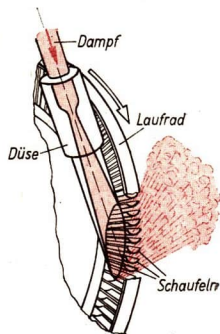

Abb. 95/2. Schnitt durch eine Lavaldüse
4. Die Energieumwandlung in der Turbine. Der Hochdruckdampf wird durch *Lavaldüsen* geleitet (Abb. 95/2). Diese verengen sich zuerst, anschließend erweitern sie sich wieder konisch.